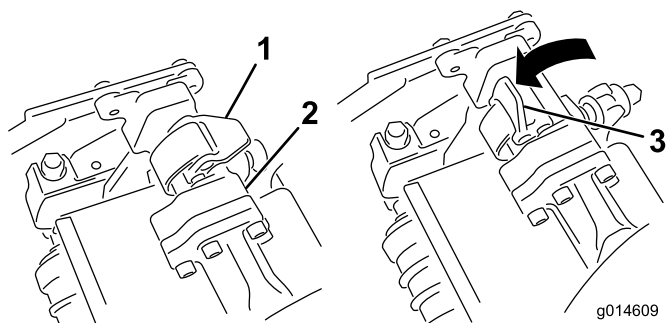
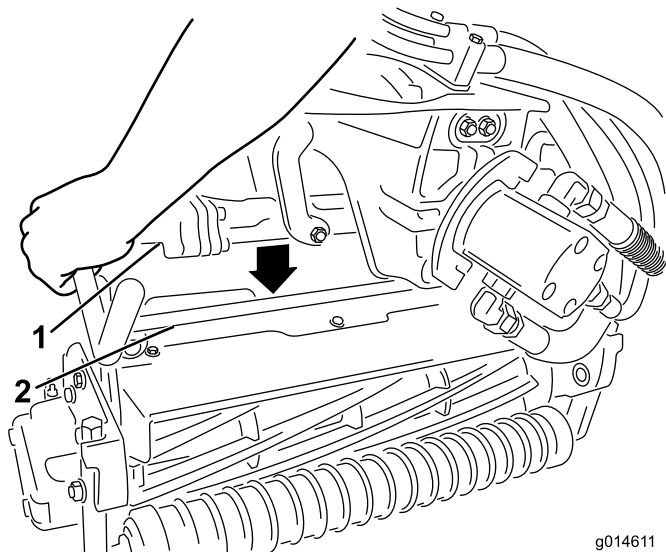

図 12
図 13
5. サスペンション・アームのバーについているラッチを上向き（開いた状態）にして（図 12）、サスペンション・アームを押し下げて、バーを、カッティングユニットのバーの上に被せるようにする（図 13）。
6. ラッチを下げて閉じるとカッティングユニットのバーがロックされてユニットがアームにセットされる（図 12）。